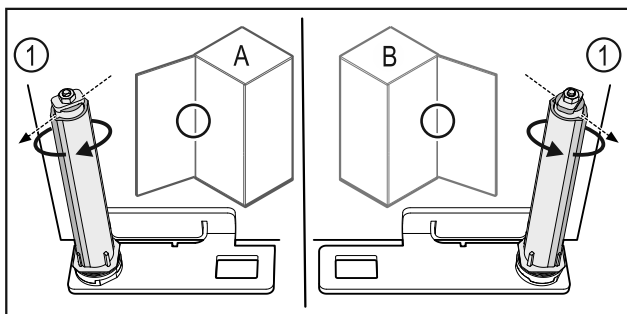

Fig. 61 Lewy ogranicznik (A) / prawy ogranicznik (B)
- ▶ Przekręcić system blokujący w kierunku przeciwnym do oporu, aż pręt systemu blokującego Fig. 61 (1) będzie skierowany na zewnątrz.